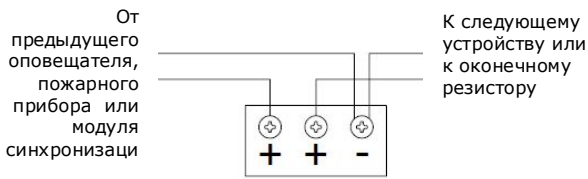
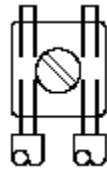

Рис.1
Рис.2
2. Все входящие и отходящие проводники в цепях с контролем целостности, должны подключаться именно так, как показано на Рис.2. Это необходимо для правильной работы схемы контроля. При изъятии оповещателя, шлейф должен механически повреждаться, поэтому разные участки кабеля должны соединяться между собой не иначе как через клеммы оповещателя. Полярность напряжения питания на Рис.1 показана для активированного оповещателя. В дежурном режиме пожарный прибор управления подает на оповещатель напряжение обратной полярности, необходимое для контроля целостности электропроводки в линии оповещения.
4. Подсоедините провода в соответствии с Рис.1 и Рис.2.